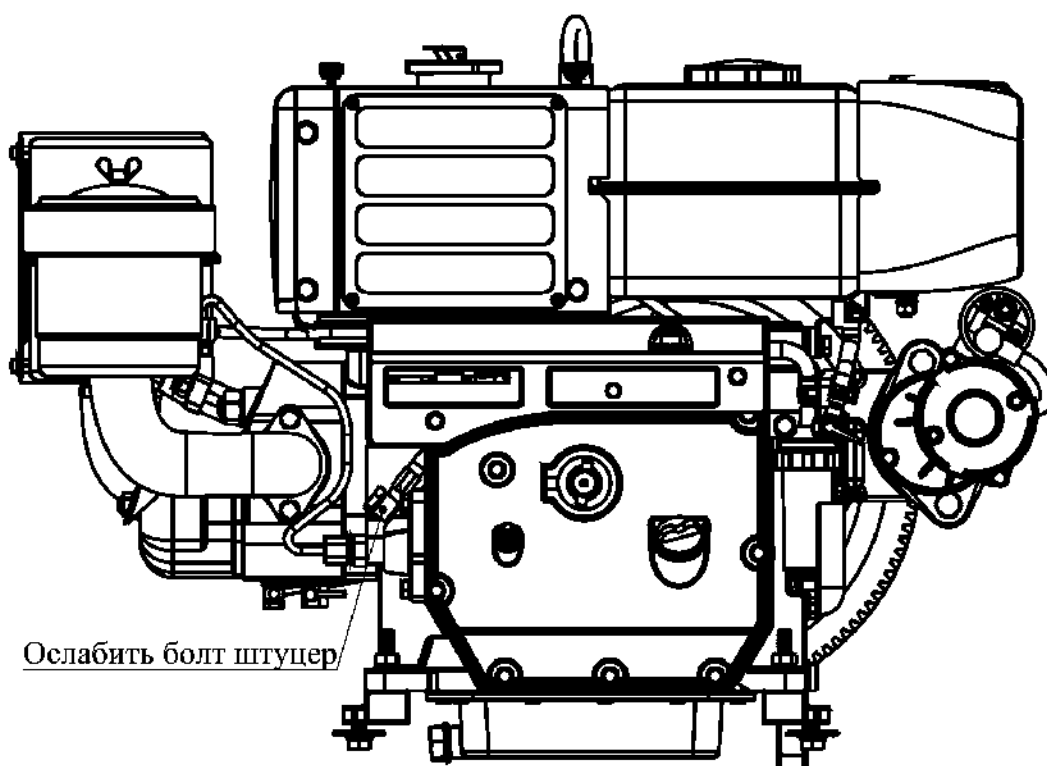

Рис. 14. Развоздушивание двигателя.
- ослабить штуцер-болт на топливном насосе для развоздушивания системы и дождаться пока из-под него перестанут появляться пузырьки воздуха и польется ровная струя топлива (рис. 14);